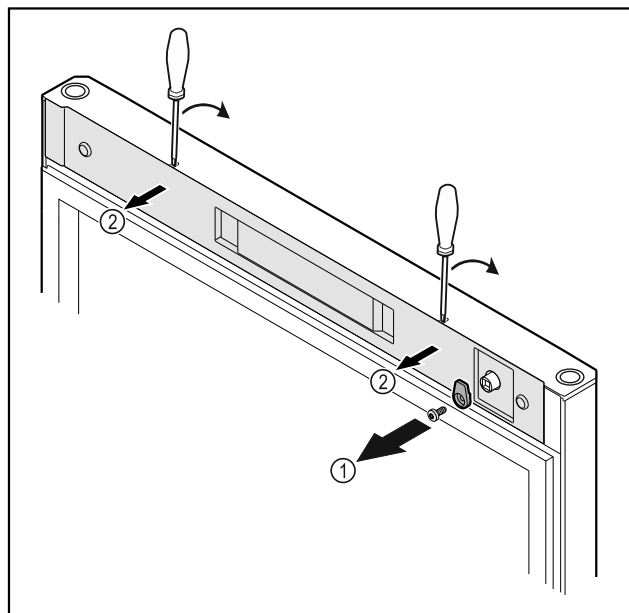

Fig. 12 \*
- ▶ Skru låsekroge Fig. 12 (1) af.\*
- ▶ Klik afdækningen Fig. 12 (1) ud med en lille skruetrækker, og tag den af.\*